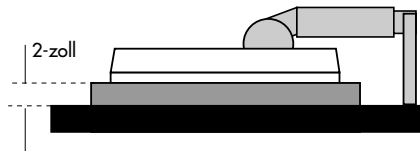

Abbildung S.1
3. Legen Sie den Monitor mit der Vorderseite nach unten auf eine nicht scheuernde Oberfläche. (Legen Sie den Bildschirm auf eine um ca. 2 Zoll erhöhte Unterlage, damit der Fuß parallel zur Oberfläche steht.) (**Abbildung S.1**)